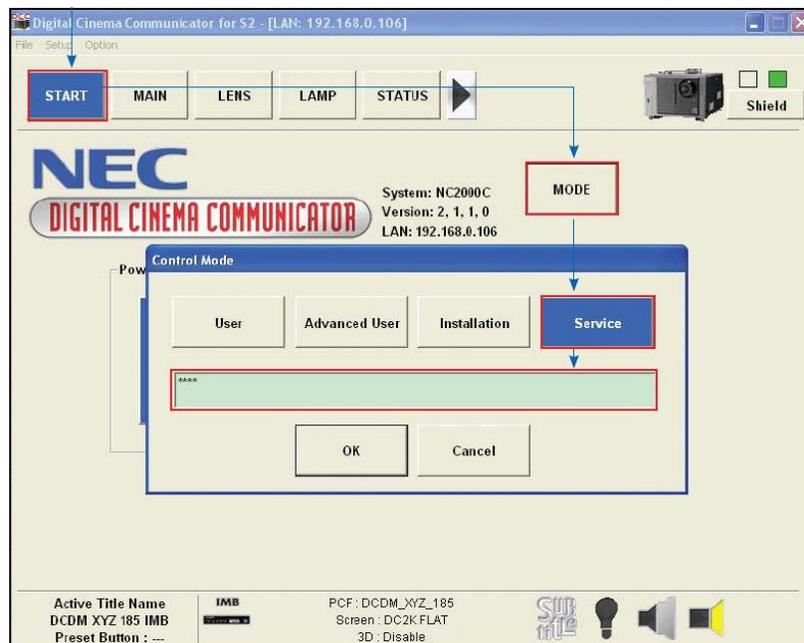

Figura 41 Modo de servicio en Digital Cinema Communicator de NEC.
3. Seleccione [Start]→[Mode]→[Service] ([Inicio]→[Modo]→[Servicio]) e introduzca la contraseña de Servicio para activar la operación en modo de servicio. (como se muestra en la Figura 41)